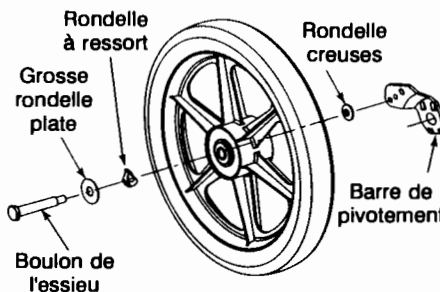

Figure 8 - Modèles avec roue de 14 po
- Faites passer le boulon de l'essieu dans la grosse rondelle plate, puis dans la rondelle à ressort, la roue et la rondelle creuses, (côté creux contre la barre de pivotement) comme à la figure 8.